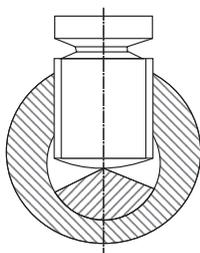
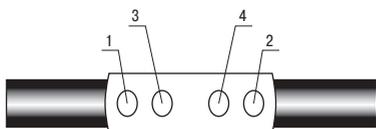

Рисунок 10.
Рисунок 11.
4.23 При использовании гильз со срывными болтами ввести конец жилы в полость гильзы таким образом, чтобы вершина сектора сечения жилы совпала с осями сжимных болтов (рисунок 10), затем плавно, без рывков, затянуть болты до срыва головок, начиная с крайних (рисунок 11), придерживая гильзу трубным ключом или специальным приспособлением. Выступы болтов спилить напильником до уровня поверхности гильзы, опилки тщательно удалить.